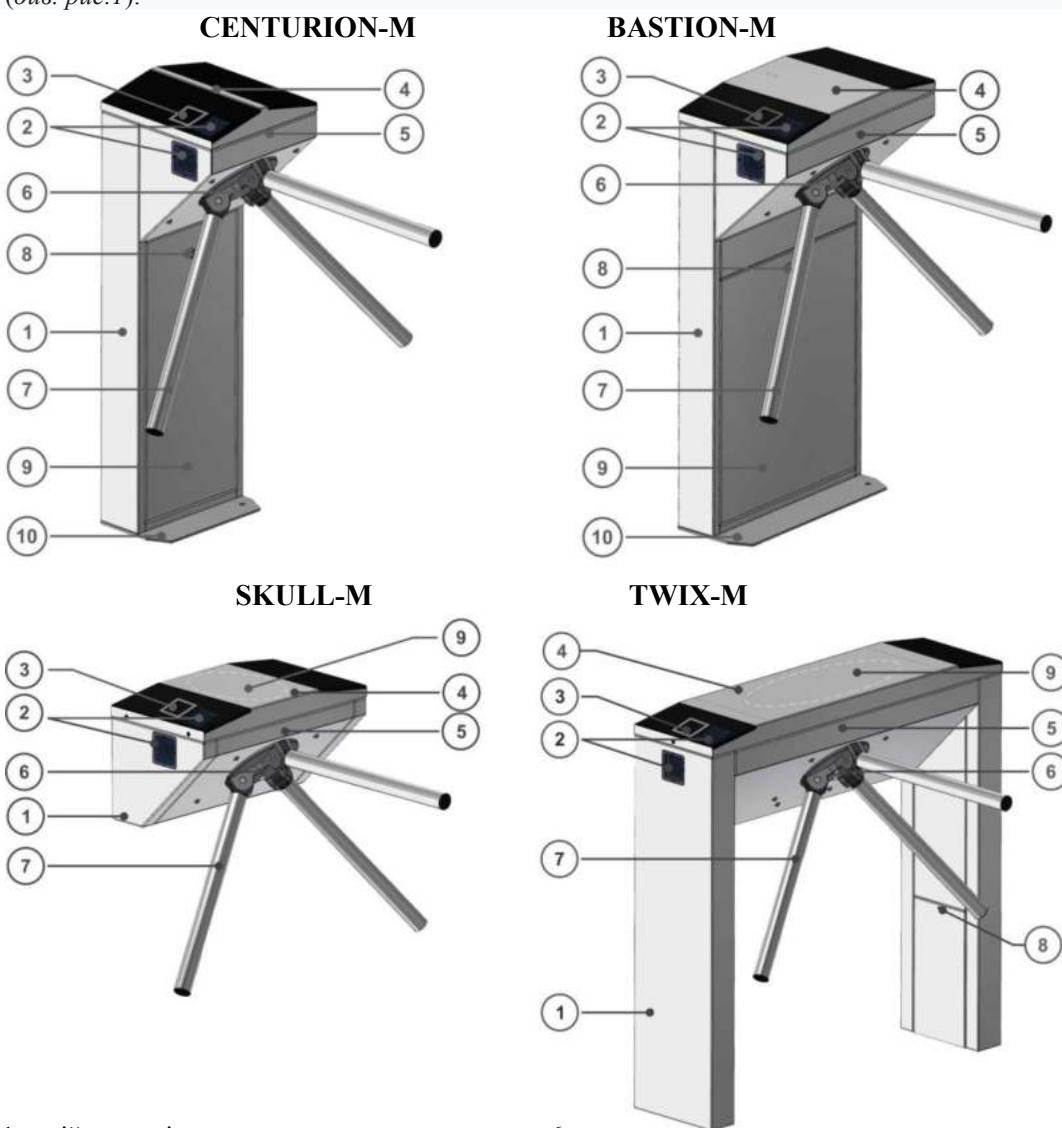

Рис. 1 – Загальний вигляд турнікетів
1.3.1 Конструкція турнікета напівзростового з сервоприводом представлена такими основними пристроями та елементами (див. рис.1):
1.4.1.1 Корпус турнікета є металевою конструкцією, яка своєю опорою **10** (див.Рис.1) монтується на рівну поверхню за допомогою анкерів Redibolt. Статус турнікета відображають плати індикації **2**, вмонтовані в корпус виробу. Червона індикація, що постійно світиться, означає вихідний стан турнікету.(див.Рис.4): прохід через турнікет заблоковано в обидві сторони.
1.4.1.2 У верхній частині корпусу змонтований механізм керування **5** (див. Рис.1). На валу механізму керування встановлена ступиця **6** з планками **7**, які міцно закріплені на її важелі методом опресування.